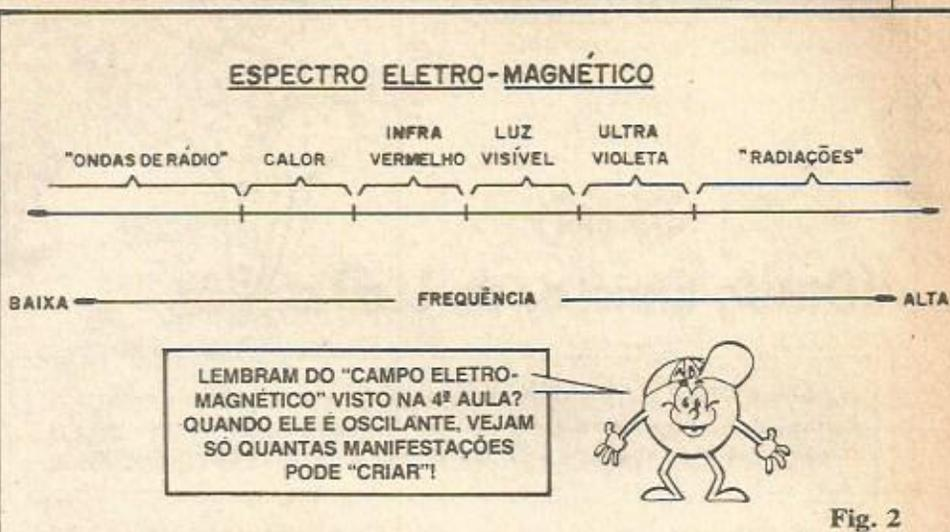

Fig. 2
- FIG. 2 - Vamos diagramar essa história de visível e não visível no espectro eletromagnético (termos aparentemente meio cabalísticos, mas que não têm nada de "incompreensíveis"...): a LUZ é uma forma de energia "irmã" do CALOR e das ONDAS DE RÁDIO! Todas essas manifestações são RADIAÇÕES ELETRO-MAGNÉTICAS, ou seja: uma OSCILAÇÃO (que se realiza em maior ou menor "ritmo") daquele mesmo "campo" que vimos quando falamos sobre os efeitos magnéticos da corrente ("Aula" nº 4, lembram-se...?). A única diferença real entre essas várias manifestações (LUZ, CALOR, ONDAS DE RÁDIO, entre outras...) é justamente esse "ritmo" ou a FREQUÊNCIA da oscilação do campo eletromagnético que "propaga" ou "carrega" a tal forma de energia radiante...! Para que o Leitor/Aluno compreenda melhor, o esquema da fig. 2 mostra a escala das radiações eletromagnéticas. Todas as energias ao longo daquele gráfico, são rigorosamente da mesma "espécie", variando apenas a frequência dos respectivos campos eletromagnéticos (as oscilações MAIS LENTAS estão à esquerda, e as MAIS RÁPIDAS à direita...). Entre as manifestações de mais baixa frequência, dentro do espectro, estão as chamadas ONDAS DE RÁDIO (aquelas mesmo que "carregam" as informações - som e imagem - que se manifestam no seu aparelho de rádio AM ou FM, no seu